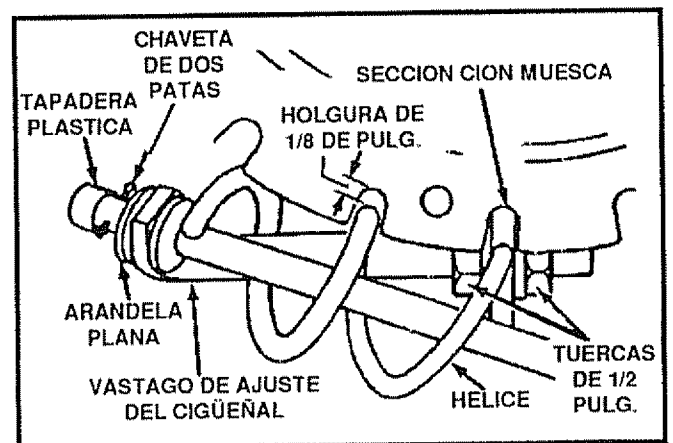

FIG. 5
- Remueva la tapadera plástica, la chaveta de dos patas y la arandela plana del extremo helicoidal del conjunto del cigüeñal y colóquelos a un lado (Véase Fig. 5)
- Instale el extremo helicoidal del cigüeñal a través del agujero en la varilla de ajuste y asegure el extremo con la arandela plana y la chaveta de dos patas, como se muestra en la Fig. 5
- Rote el cigüeñal del canal de descarga totalmente, en el sentido de las manecillas del reloj, y totalmente en el sentido contrario a las manecillas del reloj. El canal de descarga debe rotar totalmente hasta el diámetro exterior del serpentín y debe existir una holgura de 1/8 de pulgada aproximadamente (Véase Fig. 5) Si el cigüeñal del canal de descarga necesita ser ajustado, refiérase a la sección "Servicio y ajustes" en la página 18